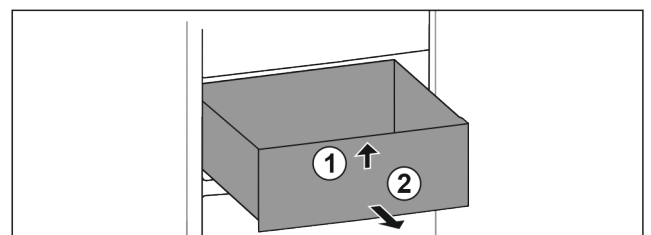

Fig. 58
- ▶ Schubfach vorne anheben. Fig. 58 (1)
- ▶ Schubfach nach vorne entnehmen. Fig. 58 (2)